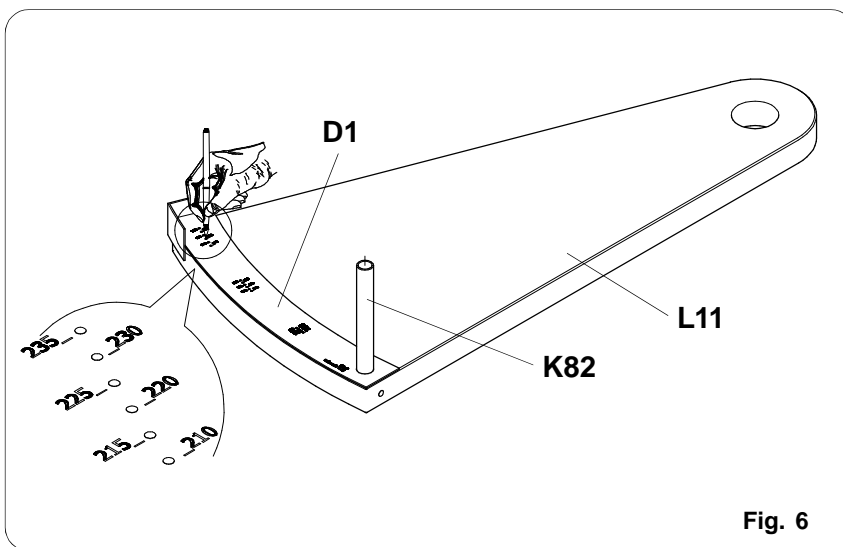

Fig. 6
- Insérer le piton de référence **K82** dans le trou existant. Placer le gabarit **D1** sur la marche **L11**, en utilisant pour repères soit le piton susmentionné que les deux faces opposées de la marche, comme indiqué fig. 6. Les petits trous sur le gabarit de perçage reportent sur le côté la mesure de hauteur de marche "A" à laquelle ils se réfèrent. Établir sur le gabarit la valeur de la hauteur de marche "A" et marquer seulement le dernier point où percer la marche pour le montage de la colonne, comme indiqué fig. 6.